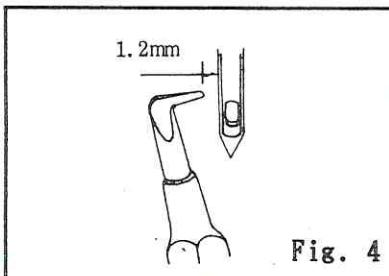

Fig. 4
1. Release the needle bar cover (A101R), pull the motor belt (A909) to let the looper move to extremely left hand side as per the instruction of Fig.4.
1. Suelte el coverto (A101R) de la barra de aguja, jale la faja (A909) del motor para permitir que el garfio pueda moverse como lo muestra la Fig.4.
1. Remova a tampa (A101R) da barra de agulha e mova a correia (A909) até que o looper fique na posição mostrada na Fig.4.